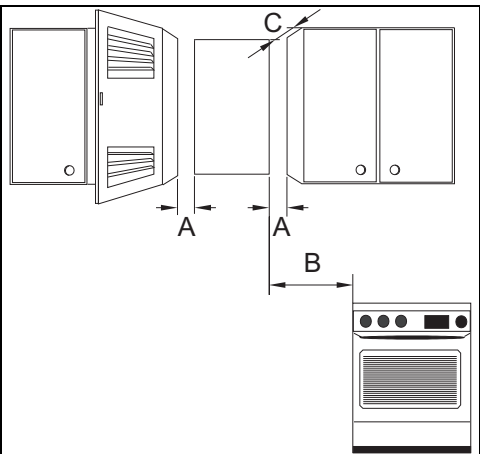

Fig. 19 Distâncias mínimas
- Respeitar as medidas mínimas de instalação indicadas na Fig. 19.
- ▶ Assegurar o bom acesso nos trabalhos de manutenção, respeitando as distâncias mínimas indicadas na Fig. 19.